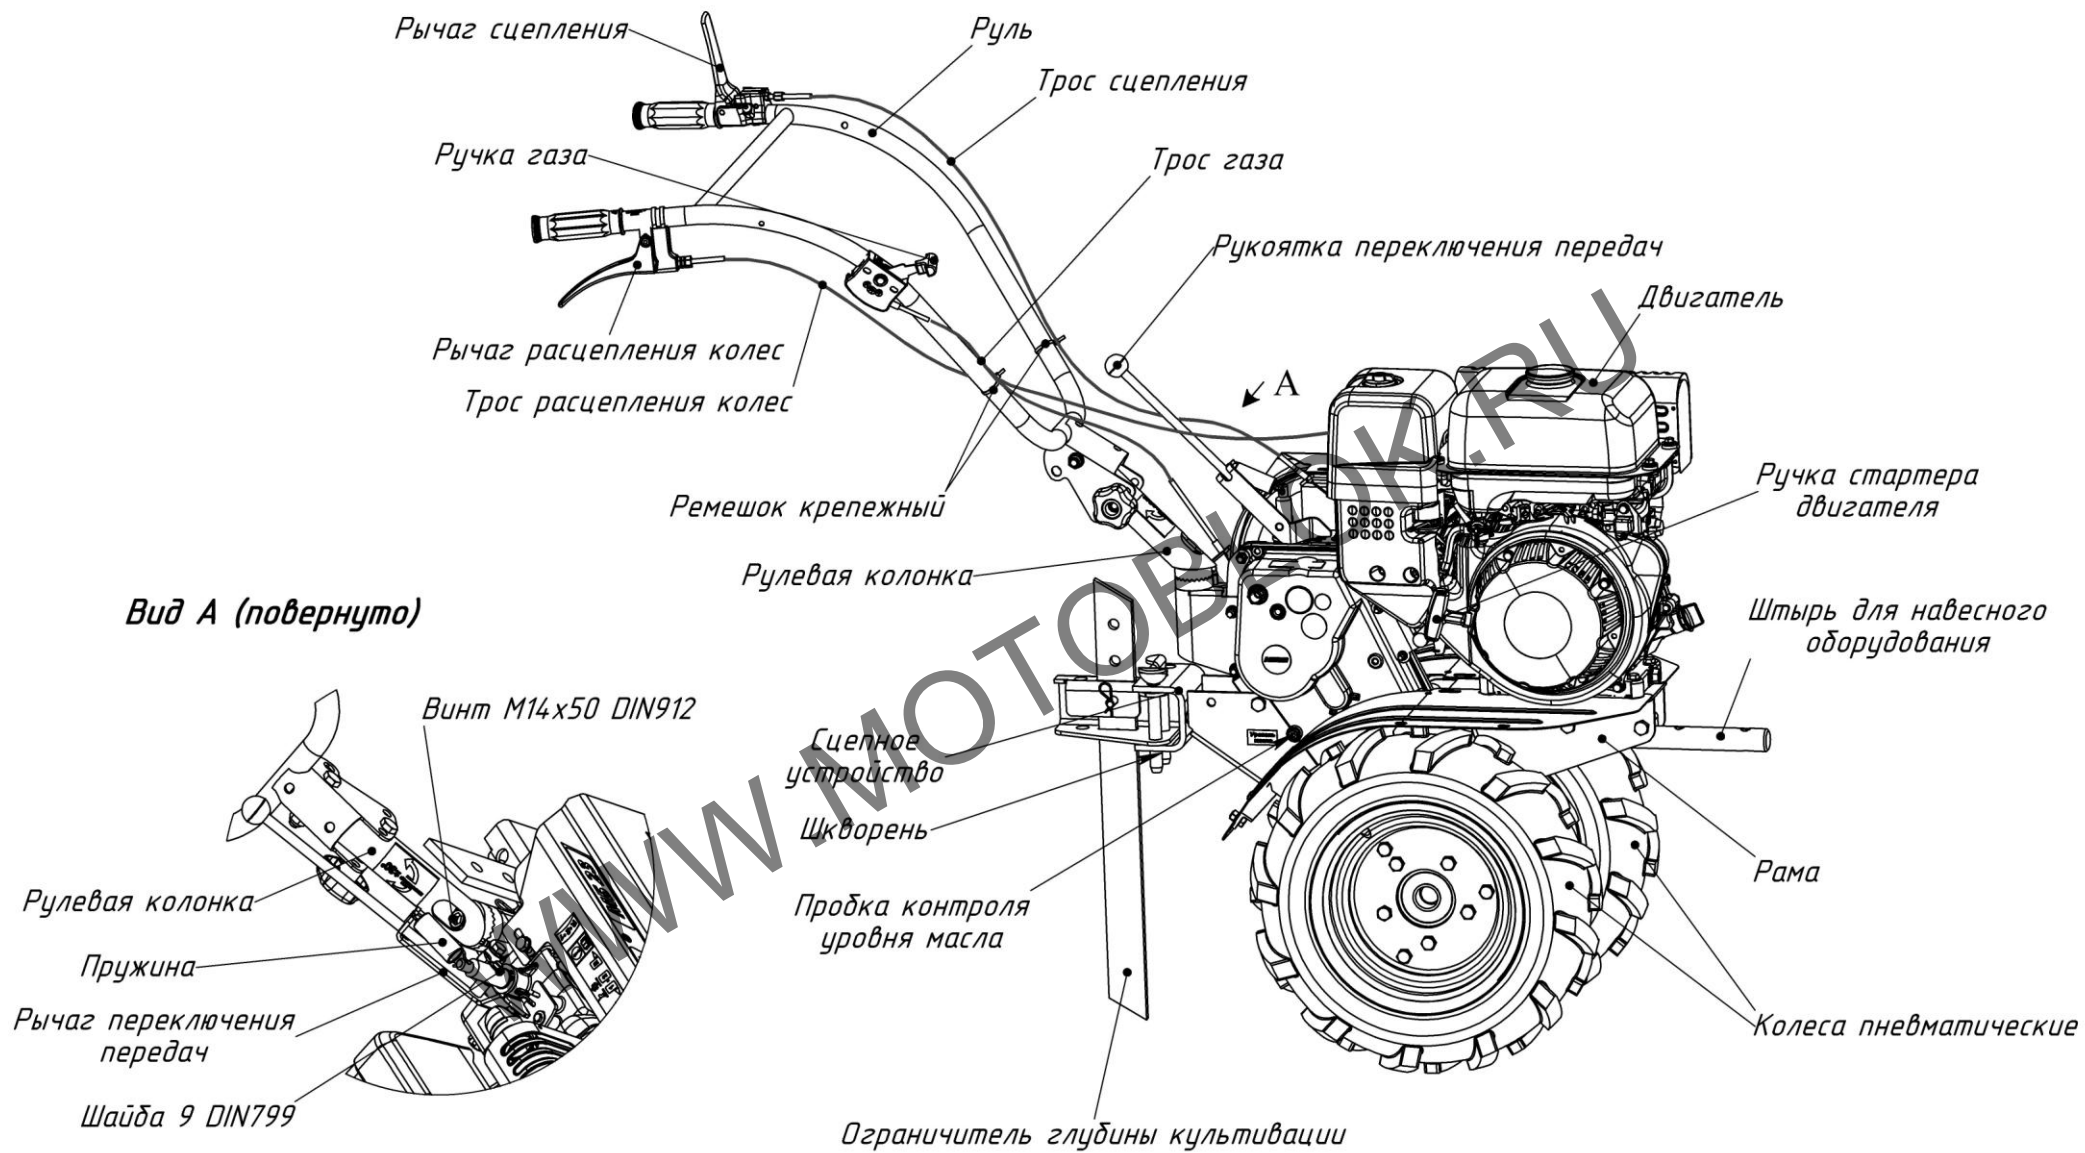

Рис.1. Общий вид мотоблока (вид справа).
МБ23 (рис.1, 2, 3, 4) – это одноосный универсальный силовой агрегат, предназначенный для работы как с устройствами, входящими в штатную комплектацию, так и с различными сменными орудиями, и состоящий из:
**Рукоятка переключения передач** (рис.1, 5, 12) расположена на редукторе и выведена в сторону оператора.
**Ручка газа** (рис.1, 2, 3, 6) – расположена на правой рукоятке руля, предназначена для управления положением дроссельной заслонки двигателя и его остановки.
**Рычаг сцепления** (рис.1, 2, 3, 7) – расположена на левой рукоятке руля, предназначена для включения/выключения сцепления.
**Рычаг расцепления колес** (рис.1, 2, 3, 8) – расположен на правой рукоятке руля, предназначен для отключения привода левого колеса.
- остановить мотоблок, отпустив рычаг сцепления (рис.1, 2);
- нажать на рычаг расцепления колес (рис.1, 2);